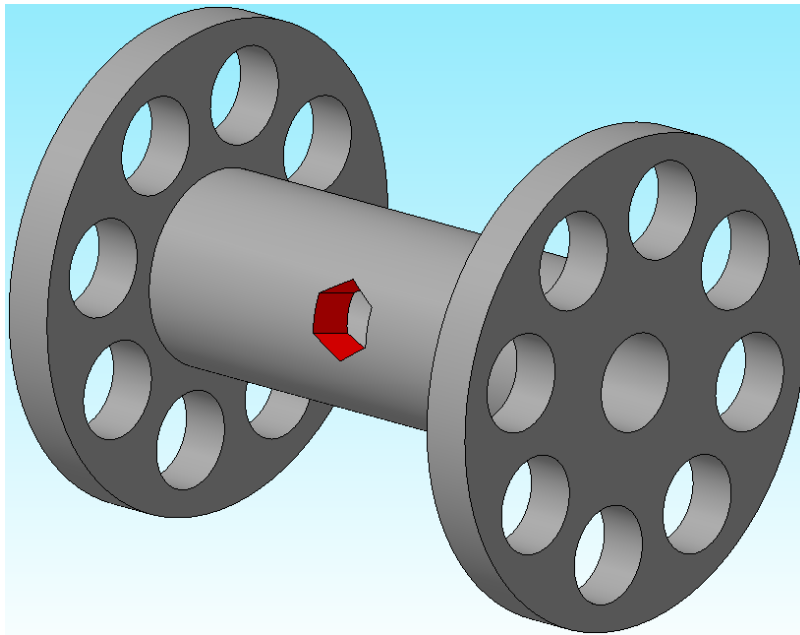

Рис. 1.3.1 3D деталь з отворами і шестикутним вирізом на циліндричній поверхні
Досить часто виникає необхідність додати додаткові координатні площині крім уже існуючих на початку координат. Особливо це стосується випадків, коли необхідно виконати операцію (видавити / вирізати) над циліндричної або сферичної поверхнею (рис. 1.3.1) або побудувати деталь по її перетинах в різних площинах (табл. 1.3.1). Реалізувати дані дії неможливо без застосування панелі інструментів «Вспомогательная геометрия», а саме функцій додавання площин з різною орієнтацією по відношенню до опорної грані. Наприклад, для створення паралельної площині на заданому віддаленні використовується функція «Смещенная плоскость», а для подальшої роботи з циліндричної гранню застосовують функцію «Касательная плоскость» з можливістю задати кут її розташування щодо грані.
1. Створити деталь, показану на рис. 1.3.1. При побудові використовувати функцію масиву. Розміри деталі вибрати довільно.